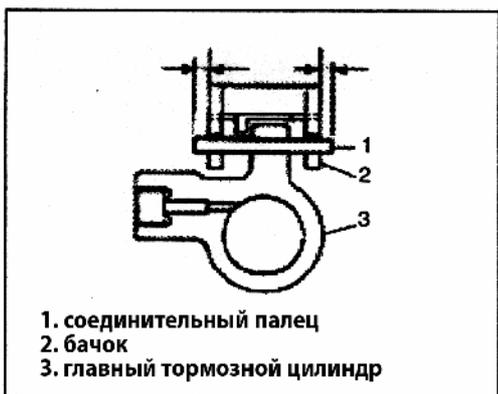

Рис. 694
5) Установите новые соединительные пальцы в отверстия в бачке и поверните их (Рис. 694).